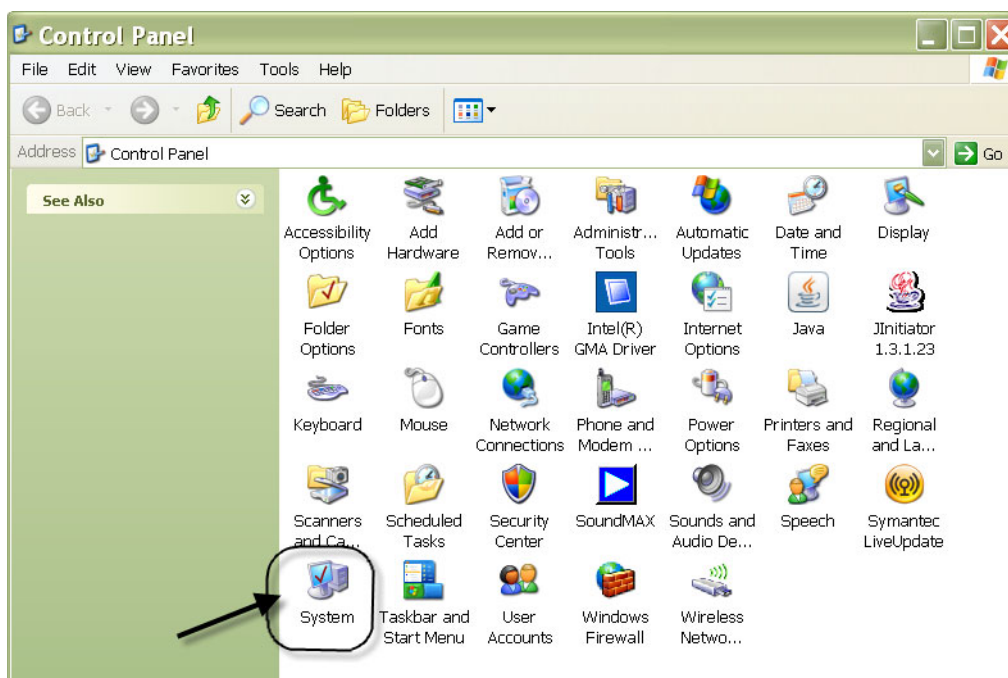

FIG. 120
2. Le Panneau de configuration est illustré dans la FIG. 120.